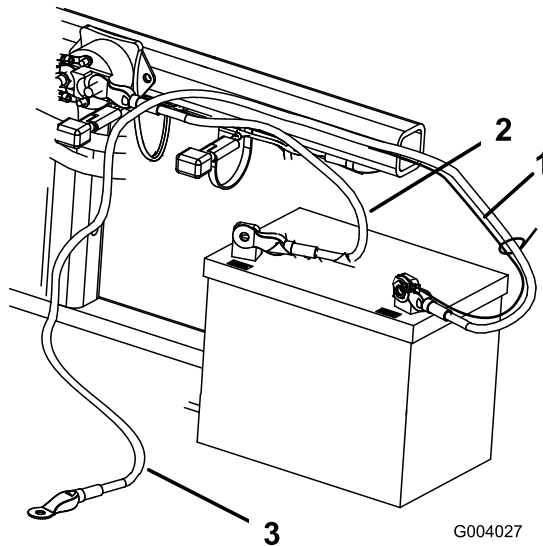

Figure 5
- Fixez le câble positif (rouge) à la borne positive (+) avec un boulon ($\frac{1}{4}$ " x $\frac{5}{8}$ ") et un contre-écrou (Figure 5).
- Fixez le petit câble noir et le câble négatif (noir) à la borne négative (-) de la batterie avec un boulon ($\frac{1}{4}$ " x $\frac{5}{8}$ ") et un contre-écrou ($\frac{1}{4}$ ") (Figure 5).